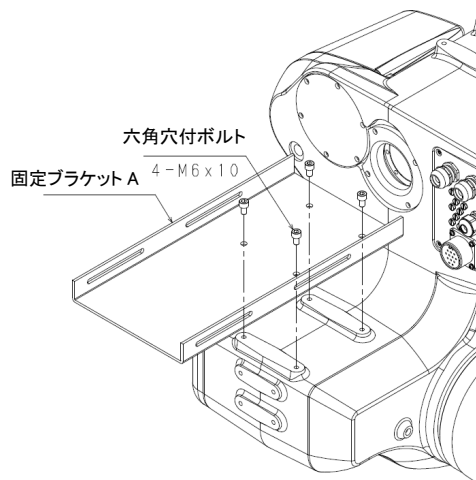

図 1.4 固定ブラケットの取り付け(手順 1)
1. 図1.4を参考に固定ブラケットAを4本の六角穴付ボルト(M6×10)にて3軸アームの後方部に取り付けてください。